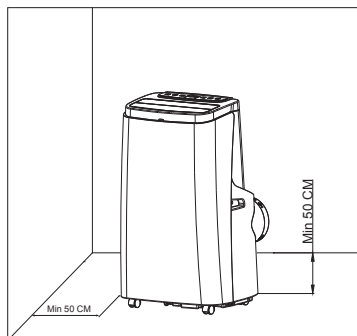

Figure 4
- Déplacez la machine avec le caloduc et les accessoires installés à l'avant de la fenêtre. La distance entre le boîtier et les murs ou les autres objets doit être d'au moins 50 cm (comme illustré par la Figure 4).